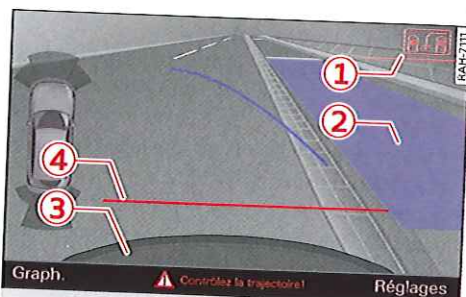

Fig. 159 Système d'infodivertissement : surface bleue dans la place de stationnement
- ▶ Pressez la touche de commande **①** ⇒ *fig. 159* de l'unité de commande du MMI. Le mode de stationnement 2 est affiché.
- ▶ Reculez et orientez le véhicule de telle manière que la surface bleue **②** confine au véhicule stationnant derrière vous à la ligne de démarcation.